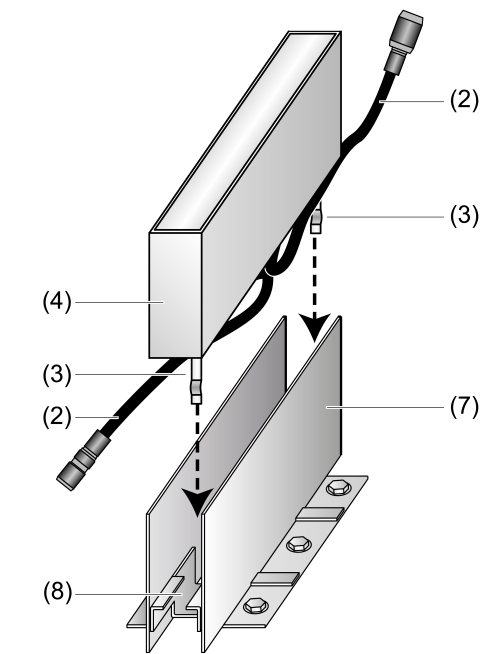

Bild 4: LED-Leuchte mit außenliegenden Haltefedern montieren
- Bei Montage von LED-Leuchten mit außenliegenden Haltefedern darauf achten, dass die Anschlussleitung (2) immer seitlich der Haltefedern (3) geführt wird (Bild 4).
- Anschlussleitung (2) sorgfältig in der Nut des Halteblechs (8) verlegen.
- Bodeneinbauleuchte (4) gerade in den Einbaurahmen einsetzen.
- Leuchte nach unten drücken, bis sie auf dem Halteblech (8) aufliegt und die Haltefedern (3) spürbar eingerastet sind.